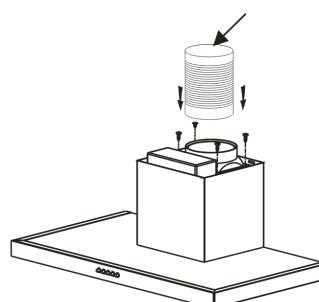

Abb. 5
- Schrauben Sie die dehbare Hülle (nicht inbegriffen) für die Abluft auf den Ausgang des Motors ohne dabei die Bewegungen des Rückschlagventils zu beeinträchtigen. (Abb. 5).
- Schließen Sie die Hülle des Luftausgangs außen an. (Abb.5)